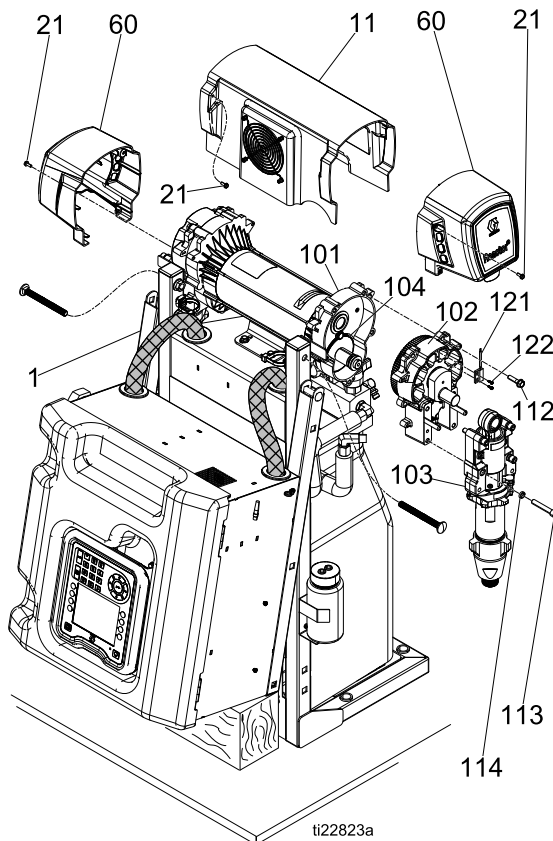

Figure 4
1. Убедитесь в том, что стопорная гайка (G) навинчена на насос плоской стороной вверх. Ввинчивайте насос в корпус подшипника (M), пока отверстия под штифт не совместятся. Втолкните штифт (F). Опустите проволочный зажим (E). Изображение и примечания относительно сборки см. на рис. 4.
2. Продолжайте ввинчивать насос в корпус до тех пор, пока устройство для выпуска жидкости (D) не окажется на одной линии со стальной трубкой, а верхние витки резьбы не будут отстоять от торца подшипника (N) на ± 2 мм (1/16 дюйма).
3. Затяните стопорную гайку (G) сильными ударами искробезопасного молотка.
4. Подсоедините впуск (C) и выпуск (D) материала.